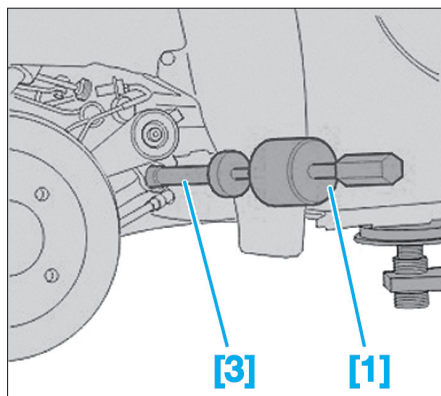

Fig. 45
- l'embout [3] sur l'extrémité de la barre de torsion (Fig.45),